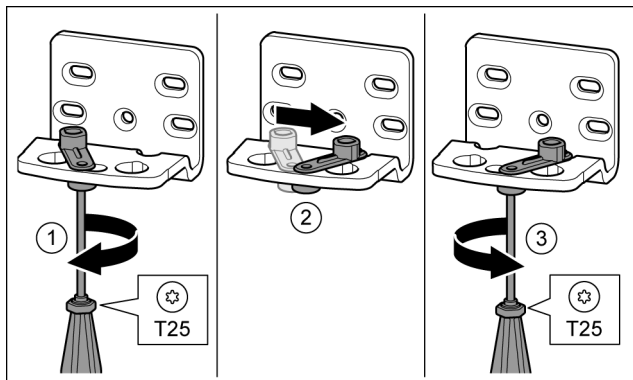

Fig. 17
- ▶ svitare leggermente la vite con il cacciavite T25. Fig. 17 (1)
- ▶ Sollevare l'ausilio di chiusura porta e ruotarlo di 90° verso destra nel foro. Fig. 17 (2)
- ▶ Serrare la vite con il cacciavite T25. Fig. 17 (3)